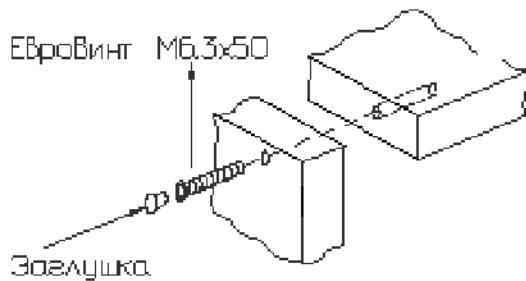
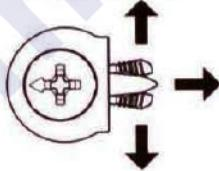

Рис.2
Рис.4
К основание (5) с помощью евровинтов (рис.2) установить цоколя (схема 1).
Сборку шкафа производить в горизонтальном положении. При помощи стяжек «Onefix» (рис.4) к заднему щиту 3 прикрепить полки 7. К перегородкам 2, 02 при помощи евровинтов прикрепить щиты жесткости 6 (рис.2). При помощи стяжек «Onefix» прикрепить перегородку 02 к полкам 7 и заднему щиту 3. При помощи стяжек «Onefix» прикрепить перегородку 2 к полкам 7. При помощи стяжек «Onefix» прикрепить основание 5 к заднему щиту 3 и перегородкам 2,02. При помощи стяжек «Onefix» прикрепить полки 9 к перегородкам 2,02. При помощи стяжек «Onefix» прикрепить бока 1,01 к полкам 9 и основанию 5. При помощи евровинтов прикрепить щиты жесткости 6 к бокам 1,01. При помощи стяжек «Onefix» прикрепить крышку 4 к заднему щиту 3 перегородкам 2,02 и к бокам 1,01.